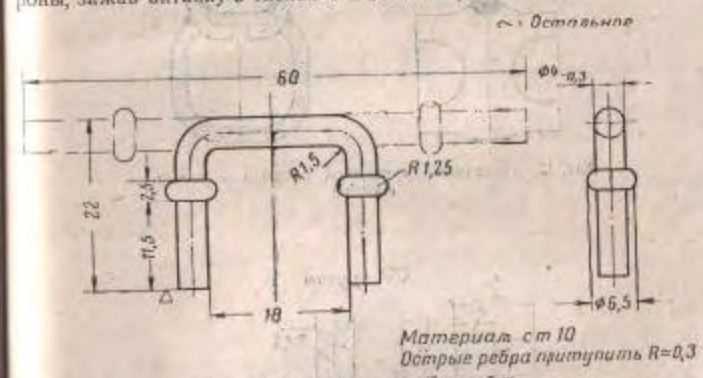

Рис. 13. Антабка ствольной коробки
(1) Изготовить новую антабку (рис. 13). Удалить загнутую часть антабки, вставить в отверстия ствольной коробки концы новой антабки и загнуть их при помощи гнетка с внутренней стороны, зажав антабку в тисках с медными прокладками.